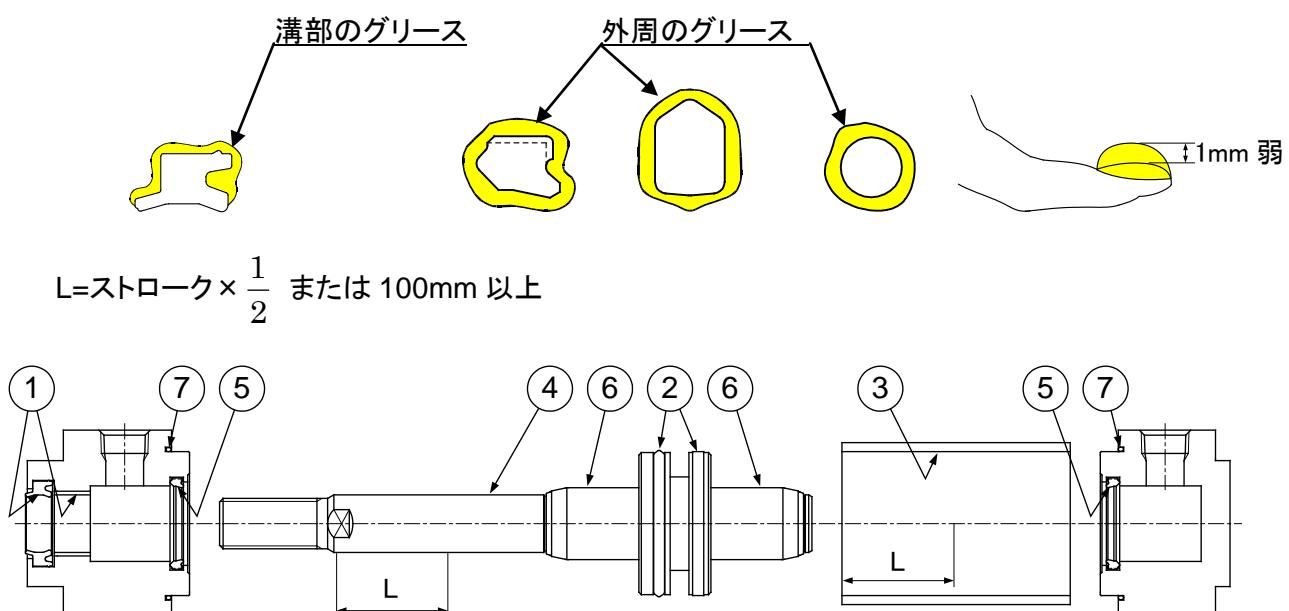

図 12. グリース塗布位置
シリンダの各部品には図 12 の各部分にグリースを塗布しますが、100 ストロークのシリンダ 1 本につき表 9 の量が必要です。目安としては人差指でさくった程度が約 3(g)です。
1) ロッドパッキン、クッションパッキン(図 12, ①⑤)
2) ピストンパッキン (図 12, ②)
3) チューブガスケット (図 12, ⑦)